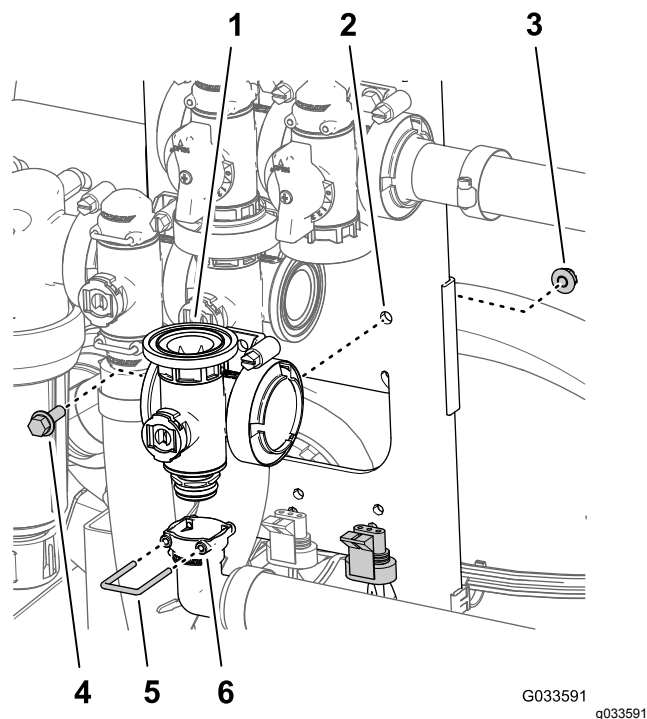

Рисунок 118
2. Снимите держатель, который крепит прямоугольный выпускной штуцер к муфте коллектора главного клапана стрелы (Рисунок 118).
3. Отверните болт с фланцевой головкой ($\frac{1}{4} \times \frac{3}{4}$ дюйма) и фланцевую контргайку ($\frac{1}{4}$ дюйма), с помощью которых главный клапан стрелы присоединяется к опоре крепления клапанов и снимите коллектор клапана с машины (Рисунок 118).